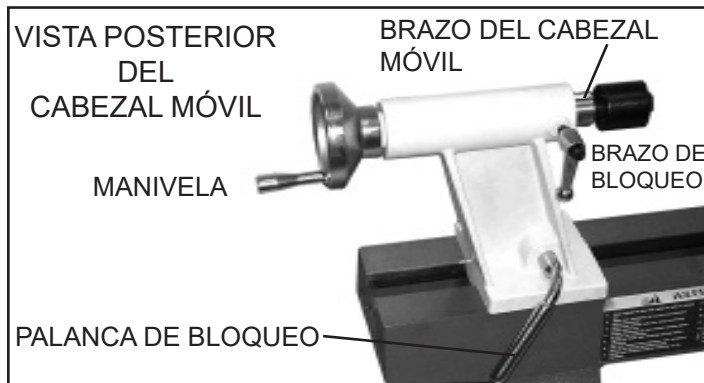

FIG. 1
1. Retire el conjunto del cabezal móvil de la bancada del torno al liberar la palanca de bloqueo que está ubicada en la parte posterior del cabezal móvil. FIG. 1.